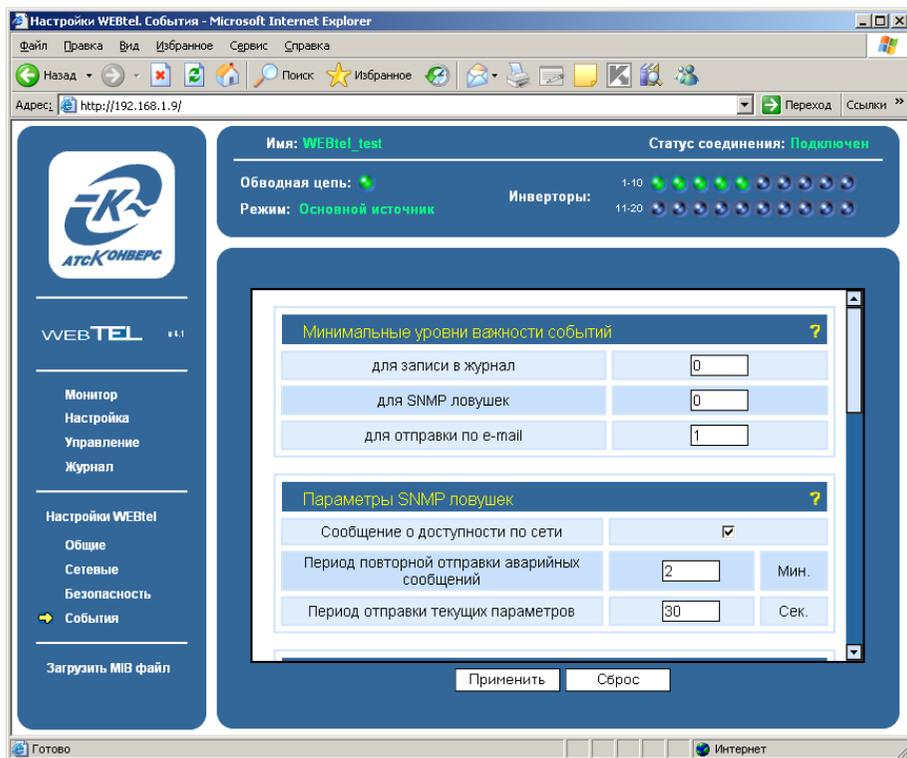

Рисунок 19 – Страница настройки параметров сообщений
7.12.1 Вход на эту страницу (рисунок 19) защищен паролем, аналогично п. 7.6.